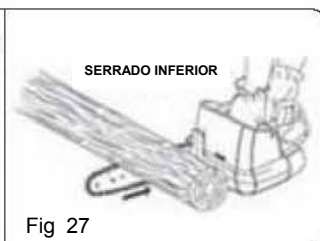

Fig 27
**SERRADO INFERIOR** – Comience por la parte inferior del tronco con la sección superior de la motosierra contra el tronco y ejerza una leve presión hacia arriba. Durante el procedimiento de serrado inferior, la motosierra tiende a acercarse a usted. Prepárese para esta reacción y sostenga la herramienta con firmeza para mantener el control. (Fig 27)